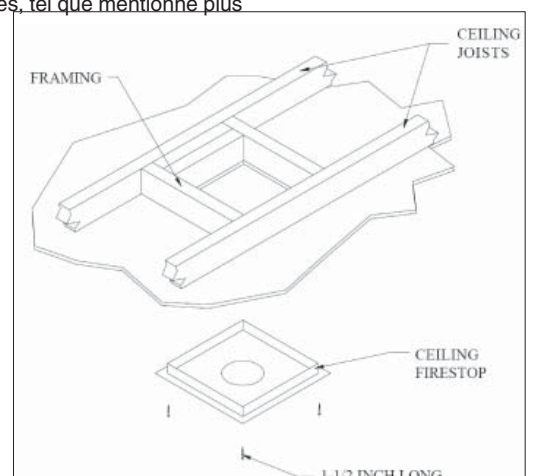
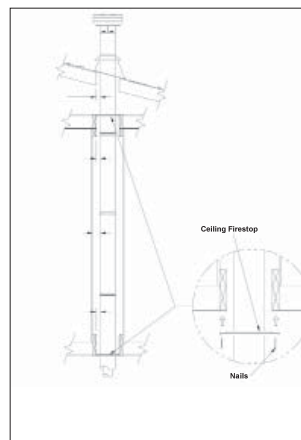

Figure 40 : Installation du coupe-feu de plafond.
Figure 43 : Installation du coupe-feu de plafond.
Étape 3. Pour installer un coupe-feu de plafond dans un plafond plat, coupez un trou carré dans le plafond de 11"x11" (280x280mm) pour un tuyau 8" x 5", centré sur le trou percé à l'étape 2. Encadrez le trou, tel que montré à la figure 40.
- (1) Pour des installations à plusieurs étages verticales, un coupe-feu de plafond est exigé pour tous les planchers subséquents (as montré dans la figure 43). L'ouverture devrait être coupée et armée de la même manière que celle à l'étape 3 (voir figure 40).
- (2) Tout espace occupé au dessus du premier plancher incluant, garde-robe ou espace de rangement, aux endroits où l'évent vertical passe au travers, doit être enfermé. Cette "boîte" doit être armée et finalisée avec du gypse standard. Cependant, les dégagements minimums permis entre l'extérieur du tuyau doivent être maintenus. Ne remplissez pas l'espace d'air avec de l'isolation.